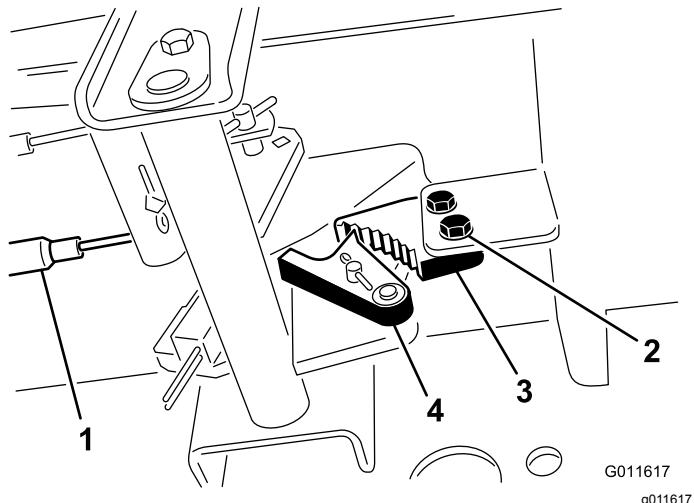

図 84
1. 駐車ブレーキのツメをフレームに固定しているネジ2本をゆるめる(図 84)。
2. ブレーキのツメが戻り止めに完全に掛かるまで駐車ブレーキペダルを前に踏み込む(図 84)。